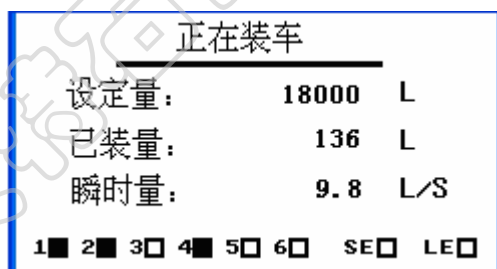

图 6：正在装车画面
(3)正在装车画面(如图 6 所示)，顶部以文字提示正在装车作业，并显示设定量，同时实时显示本次装车已装量和瞬时流量。底部一行阀门状态显示栏中，左面四个阀门信息图形中，第一、第二和第四阀门图形表示阀门已经打开，很明显区别于第三个阀门关闭的状态图形，画面的第三行显示原来的设定量。以便操作工对发货过程的对比。画面的第四行显示装车时管道内的流速，此流量实际反映流速的变化，给调试和了解控制装车过程带来很大的方便。下面的一幢车量，实时显示已将通过流量计发油的多少，其刷新时间为 1/4 秒。以上数量的单位 (Kg 或 L) 取决于密度是否设置，详细说明参考系数设置。最后一行显示“正在装车”和不断闪烁对号(√)，作为装车仪装提示性语言表示系统运行的状态。本图例画面说明系统正在装车，第一、第二和第四(一般控制泵)阀门打开，而且已经装入 136L，此时通过流量计的流速为每秒 9.8L。